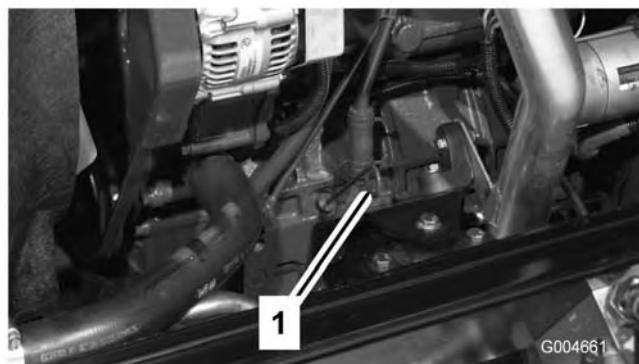

Figura 5
3. Retire la varilla, límpiela, vuelva a colocarla en el tubo y retírela de nuevo. El nivel de aceite debe llegar a la marca Lleno (Figura 5).